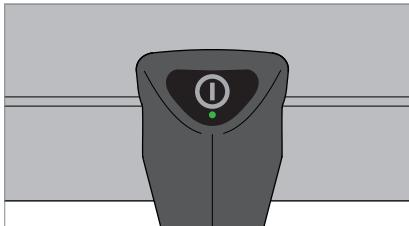

Fig. 6: tecla.
- ▶ Prima a tecla, ver Fig. 6.
- ▶ Mantenha esta tecla premida, ver Fig. 6.